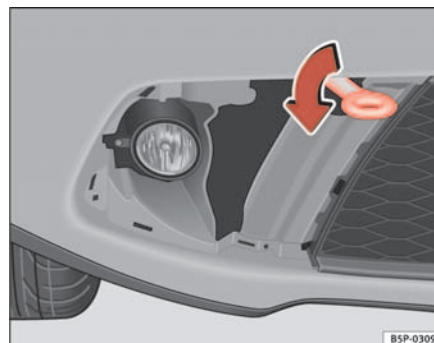

Abb. 204 Einschrauben der Abschleppöse
- Die Abschleppöse nach *links* in die vom Pfeil gezeigten Richtung einschrauben ⇒ Seite 273, Abb. 204.